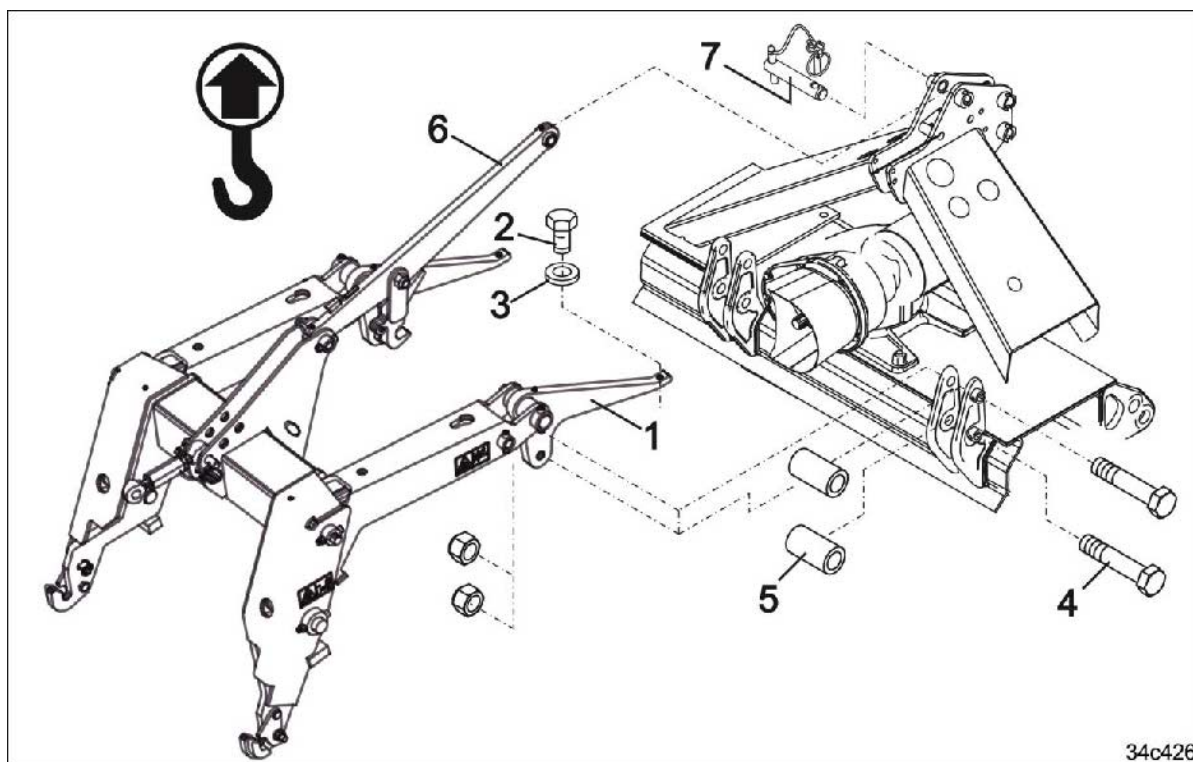

Fig. 82
5. Skru bøjlen (Fig. 82/1) på jordbearbejdningmaskinen med
- o to maskinbolte (Fig. 82/2) med skiver (Fig. 82/3)
- o 4 bolte (Fig. 82/4) med 4 afstandbøsningen (Fig. 82/5).
6. Forbind topstangen (Fig. 82/6) med en bolt (Fig. 82/7) og lås den med en ringsplit.